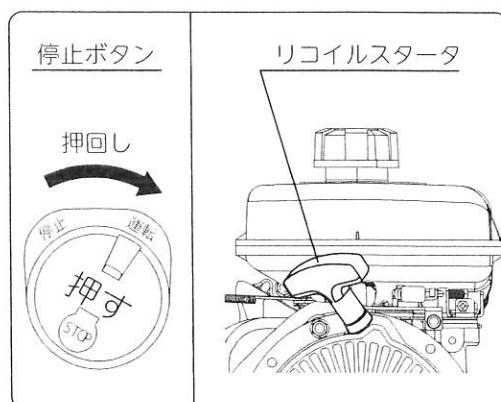

図9
- ③ 停止ボタンを押しながら、[運転] 位置にします。
- ④ リコイルスターを引っ張り、エンジンが始動したらチョークレバーを徐々に「開」位置にします。 (図9)